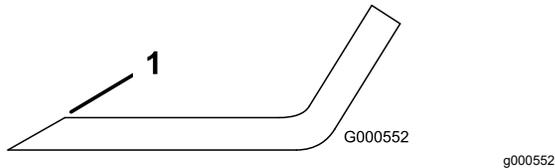

Bild 17
1. Schärfen Sie die Schnittkante an beiden Enden des Schnittmessers mit einer Feile (Bild 17).
Hinweis: Feilen Sie, wenn das Schnittmesser nicht ausgewuchtet ist, vom Flügelbereich des Messers etwas Metall ab (**Bild 17**).